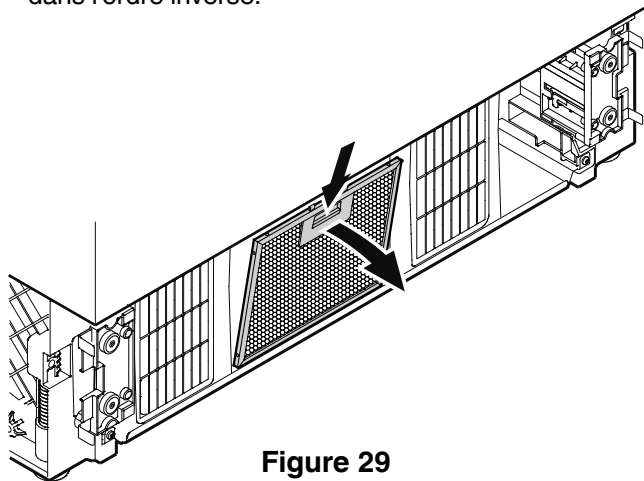

Figure 29
- Presser le bouton du filtre à air vers le bas, faire basculer le filtre vers l'avant puis le retirer - **Figure 29**.